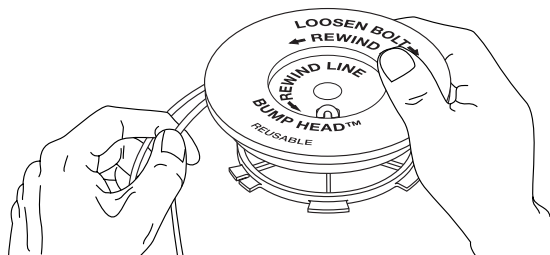

Fig. 36
- Enroulez les fils en couches uniformes serrées sur le moulinet (Fig. 36). Enroulez le fil dans le sens indiqué sur le moulinet intérieur. Placez votre index entre les deux fils pour les empêcher de se superposer. Ne superposez pas les extrémités du fil. Passez à l'étape 11.